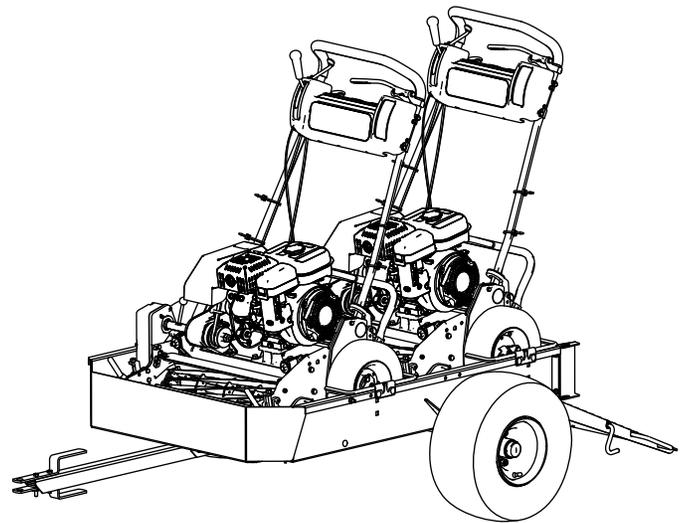

Figura 7
**Nota:** Utilize o primeiro conjunto de barras das rodas como batente da segunda máquina (Figura 7).